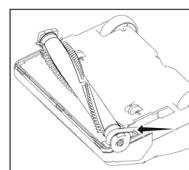

Fig. 5
4. Retirez le rouleau-brosse et la courroie usée ou brisée de la poulie du rouleau-brosse et de l'arbre d'entraînement du moteur (Fig. 5).
5. Enroulez la courroie neuve autour de l'arbre d'entraînement du moteur et du rouleau-brosse (Fig. 5).